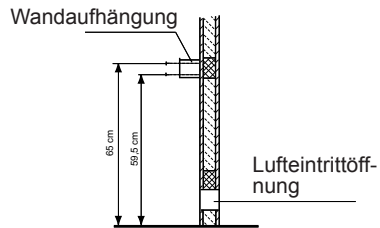

Abb. 2
1. Wandaufhängung gemäß Abb. 2 + 3 mittig über der Lufteintrittsöffnung mit den beigefügten Spanplattenschrauben an der Kabinenwand festschrauben.